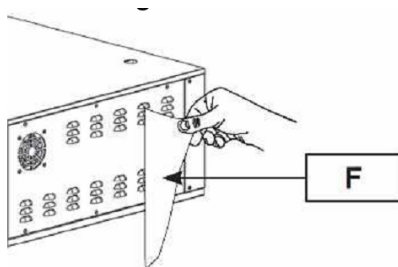
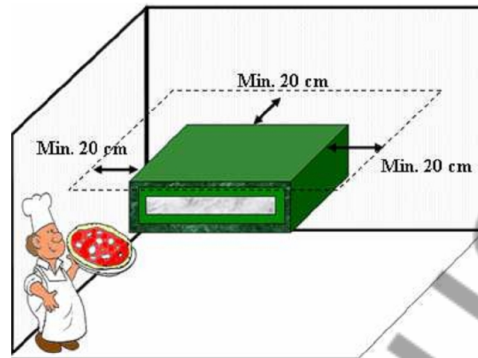

Рис.1
Рис.2
Переконайтеся, що обладнання розташоване на рівній та міцній поверхні. Після розпакування обладнання, розмістіть його на підготовлену поверхню, беручи до уваги мінімальні відстані (рис.2). Зніміть захисну упаковку та плівку (F) (рис.1). Не рекомендується використовувати інструменти, здатні пошкодити поверхню устаткування.
На рис.2 показані мінімальні відстані між обладнанням та іншими об'єктами. Слід враховувати те, що ці відстані необхідні для чищення, технічного обслуговування та правильної експлуатації.